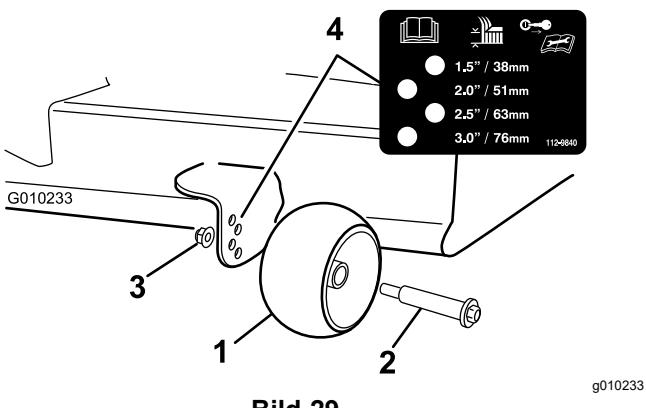

Bild 29
3. Stellen Sie die Antiskalpierrollen so ein, dass sie der nächsten Schnitthöheneinstellung entsprechen (**Bild 29**).